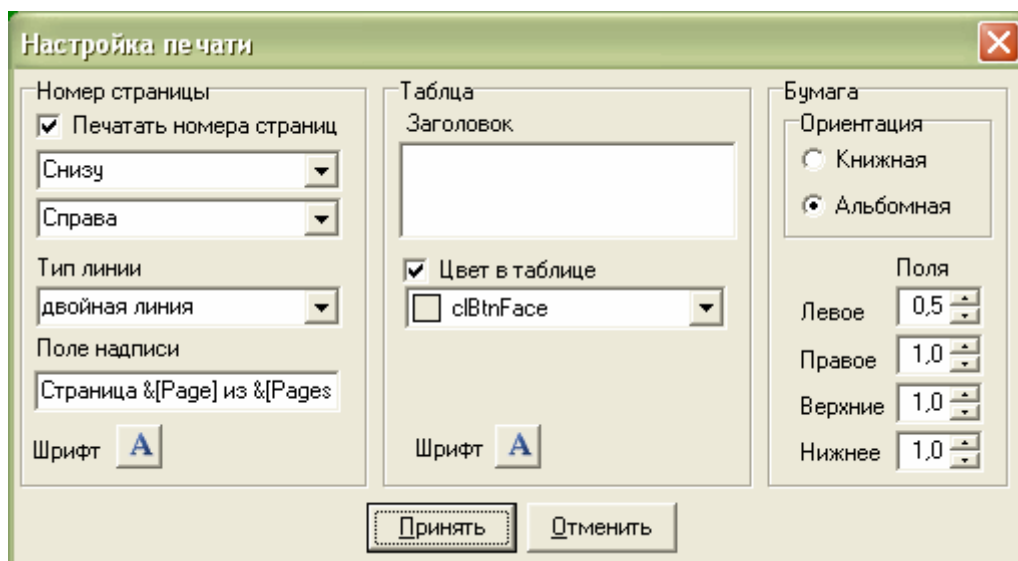

Рисунок 18.8. Настройка печати.
18.11.6. Настройка печати смотри рис.18.8.